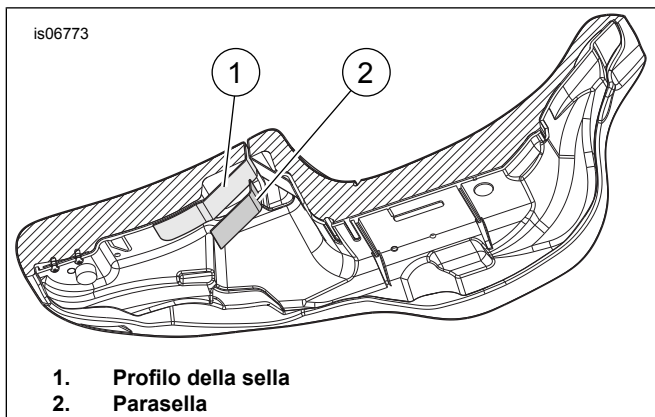

Figura 4. Lato inferiore della sella
13. Vedere la figura 4. Prendere nota della forma della superficie che il parasella (2) andrà a ricoprire e modellare quest'ultimo delicatamente in modo da adattarlo ai contorni della sella (1).